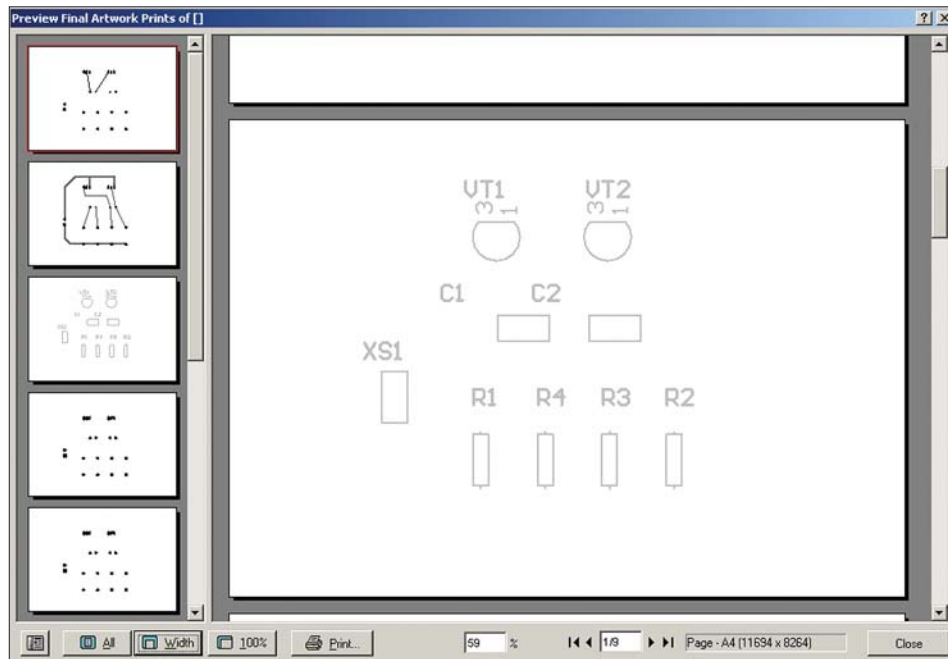

Рис. 8. Предварительный просмотр многостраничной распечатки
3. Нажмем кнопку Preview. Откроется окно предварительного просмотра распечатки, в которой будет присутствовать несколько листов (рис. 8).